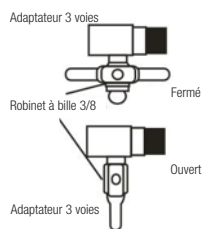

FIGURE A-3
3. Installez un robinet à bille métallique de 3/8" sur l'adaptateur de raccordement d'alimentation en eau (Adaptateur à 3 voies) à l'aide d'une bande de téflon pour allumer / éteindre facilement (Figure A-3).